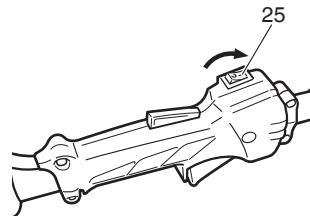

Fig. 15
(1) Placez l'interrupteur de marche/arrêt (25) en position "marche" (ON). (Fig. 15)